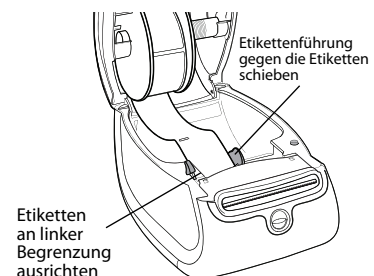

Abbildung 4
- Die Etiketten müssen mit dem linken Rand gegen die linke Begrenzung der Etikettenzuführung eingeführt werden. Siehe Abbildung 4.
- 7 Richten Sie den linken Rand des Etiketts an der linken Begrenzung der Etikettenzuführung aus, und führen Sie das Etikett in die Zuführung ein. Siehe Abbildung 4.
- 8 (Nur 450, 450 Turbo, Duo, und Twin Turbo)** Schieben Sie die Etikettenführung nach links, bis die Führung am rechten Rand des Etiketts ausgerichtet ist. Siehe Abbildung 4.